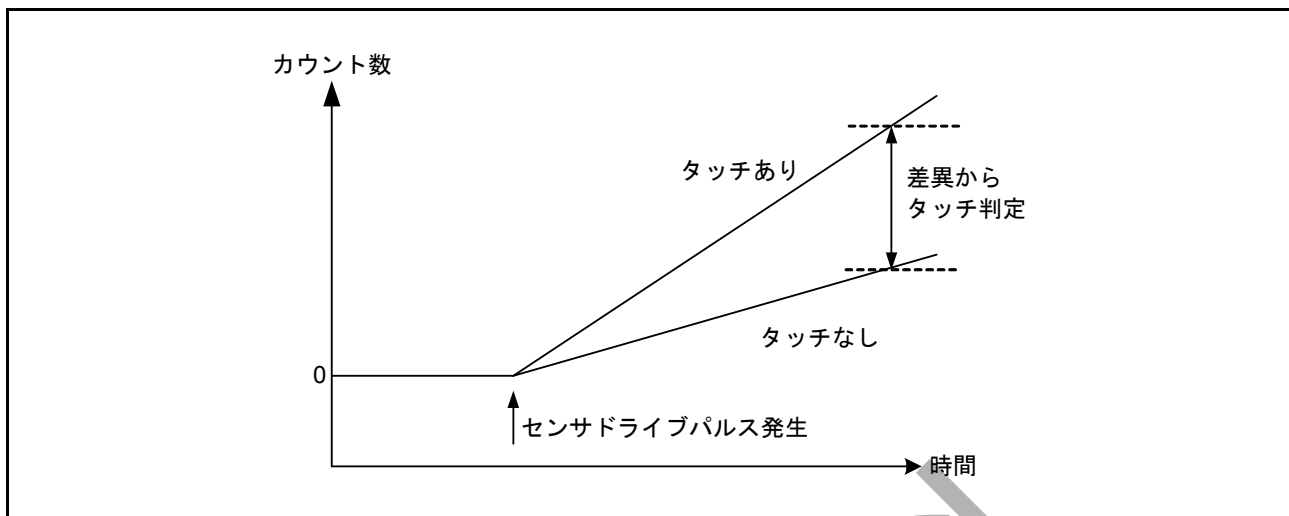

図 34.7 接触／非接触による計測値の変化
3. 手順 1. および 2. に示す電極の充放電の切り替えを繰り返すことにより、スイッチトキャパシタフィルタに電流が流れます。この時点で指が接近していれば、容量および流れる電流が変化します。TSCAP 電源を生成する回路からスイッチトキャパシタフィルタに流れる電流に比例した制御電流を ICO に供給することで、クロックを生成します。カウンタは、指が接近しているかどうかにより変化するクロック周波数を計測します。ソフトウェアは、カウンタから読み出した値に基づき指の接触を判断します。図 34.7 を参照してください。